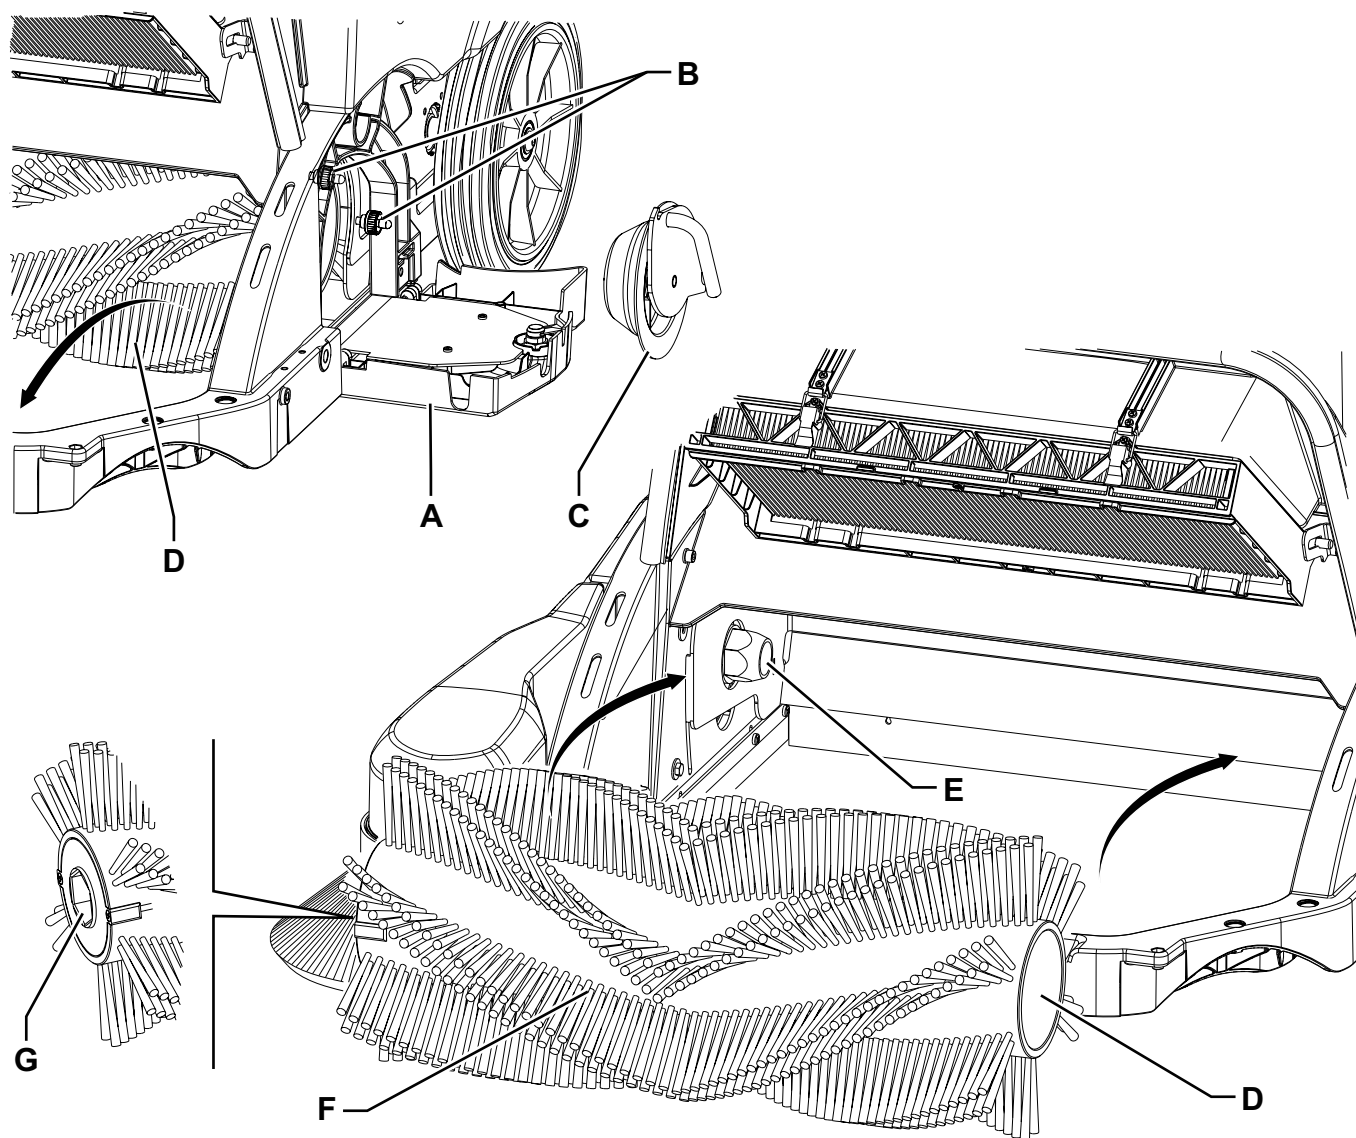

Figure 4
2. Tourner la clé de contact (2) sur «0».
3. Tourner la poignée de réglage hauteur balai central (28) dans le sens des aiguilles d'une montre jusqu'à fin de course.
4. Déposer le conteneur déchets (14).
5. Tourner la poignée de fermeture (23) et ouvrir le portillon gauche basculant (A, Fig. 4).
6. Desserrer les poignées (B) et enlever le couvercle du balai central (C) en le tournant légèrement dans le sens contraire aux aiguilles d'une montre.
7. Enlever le balai central (D) en la sortant du côté avant de la machine.
8. Vérifier que le moyeu d'entraînement (E) est propre et non obstrué par objets (cordes, chiffons, etc.) enroulés accidentellement.
9. Positionner le nouveau balai central en orientant les poils (F) comme indiqué dans la figure.
10. Insérer le nouveau balai central en l'insérant du côté avant de la machine et s'assurer que sa prise (G) s'insère dans le moyeu entraîneur spécifique (E).
11. Installer le couvercle du balai central (C) et serrer les poignées (B).
12. Fermer le portillon gauche basculant (A).